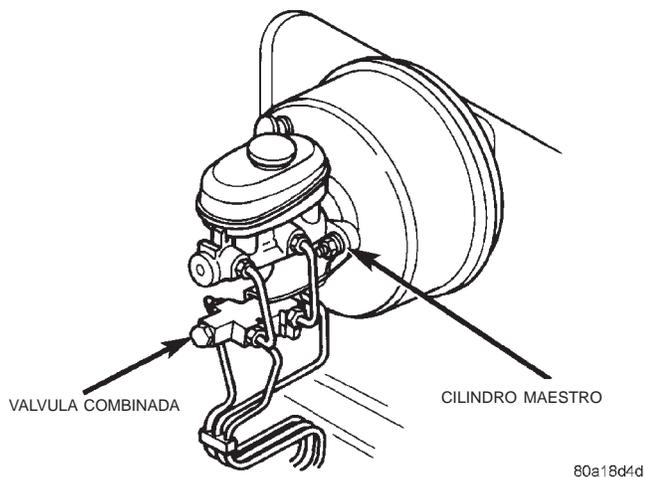

Fig. 21 Cilindro maestro y válvula combinada
(1) Retire la cámara de emisiones volátiles. Para informarse sobre el procedimiento de servicio, consulte el grupo 25, Sistemas de control de emisiones.
(2) Desconecte los tubos de freno del cilindro maestro y de la válvula combinada (Fig. 21).
(3) Retire las tuercas de instalación de la válvula combinada y retire la válvula.
(4) Retire las tuercas de instalación del cilindro maestro y retire el cilindro maestro.
(5) Retire la cubierta del cilindro y drene el líquido.